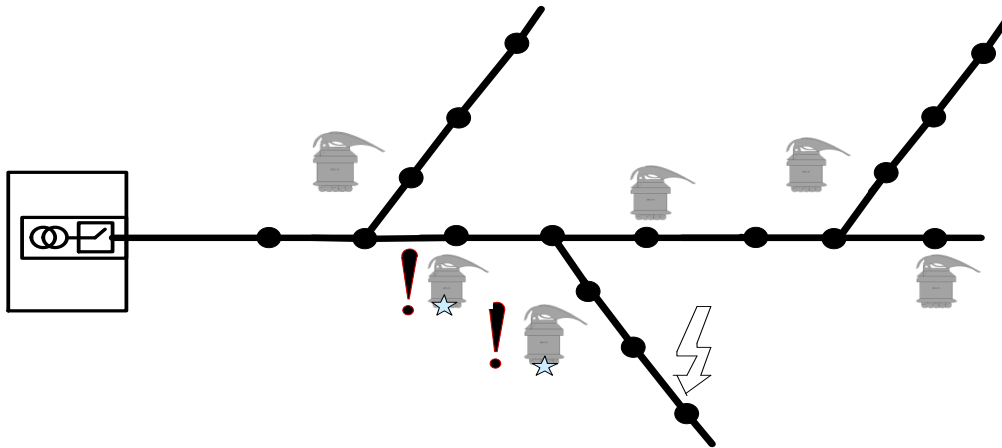

Рисунок 15 – Установка комплектов на линии с длинным стволом и длинными ответвлениями.
- 3) на линии с длинным стволом и длинными ответвлениями комплекты устанавливаются в начале контролируемых ответвлений и за местом разветвления, на ближайших промежуточных опорах (Рисунок 15).